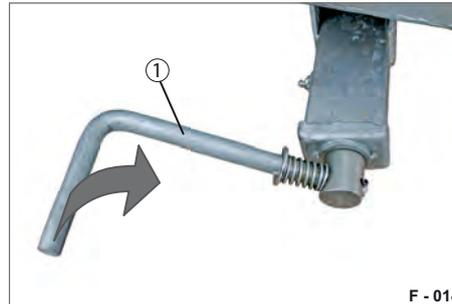

Abb. 16 Spindel-Feststellbremse anziehen
- ▶ Haken (Abb. 15/2) von der Kurbel (Abb. 16/1) lösen.
- ▶ Kurbel (Abb. 16/1) im Uhrzeigersinn drehen, bis die Bremse angezogen ist. Anhänger ist gebremst.